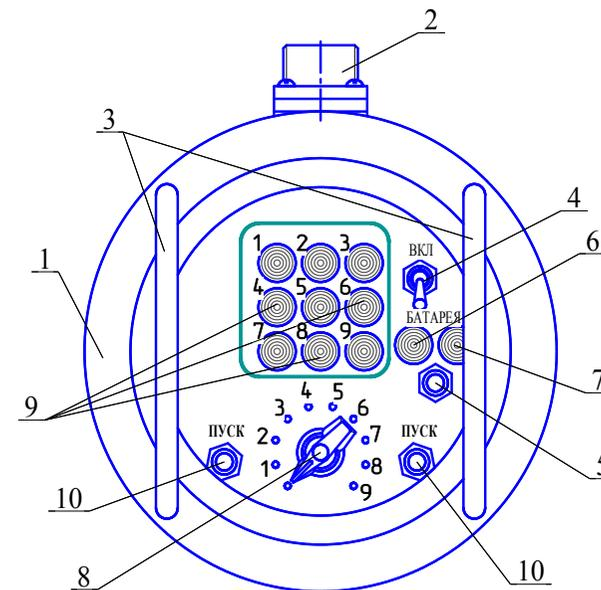

Рисунок 2
4.7 Внешний вид устройства ручного пуска **10** показан на рисунке 2. На корпусе **1** (см. рисунок 2) расположен электрический разъем **2** для соединения через кабель с электрическим разъемом установки. Устройство ручного пуска снабжено двумя ручками **3**. На панели устройства ручного пуска расположены: тумблер «Вкл» **4**, кнопка контроля разряда батареи **5**, индикаторы зеленого **6** и красного **7** свечения, галетный переключатель **8**, девять индикаторов красного свечения **9** проверки готовности МПП к запуску, две кнопки пуска МПП **10**. Индикаторы красного свечения **9** пронумерованы, их номера соответствуют цифровым позициям на галетном переключателе **8**. При повороте галетного переключателя
7.3 Один раз в месяц производить проверку уровня зарядки батареи устройства пускового. Для этого тумблер «Вкл» **4** (см. рисунок 2) перевести в положение «Вкл». Нажать в течение не более 3 с кнопку **5**: при загорании зеленым цветом индикатора **6** батарейки заряжены, при загорании красным цветом индикатора **7** или при отсутствии загорания обоих индикаторов батарейки в устройстве ручного пуска разряжены, их необходимо заменить. После проверки уровня зарядки батарейки тумблер «Вкл» перевести в положение «Выкл».
4.8 Порядок запуска МПП на установке следующий. После сборки установки по рисунку 1 и подготовки ее к работе включить устройство ручного пуска. Для этого тумблер «Вкл» 4 (см. рисунок 2) перевести в положение «Вкл». После включения индикаторы 9 подключенных МПП должны загореться красным цветом. Отсутствие свечения индикатора указывает на неисправность цепи пуска подключенного МПП и на непригодность его использования до устранения неполадок. Для проверки готовности устройства ручного пуска к работе нажать в течение не более 3 с кнопку 5: при загорании зеленым цветом индикатора 6 устройство готово к работе, при загорании красным цветом индикатора 7 или при отсутствии загорания обоих индикаторов батарейки в устройстве ручного пуска разряжены и их необходимо заменить. Для этого открутить крепежные гайки с ручек 3, снять крышку и заменить две батарейки в устройстве. Для запуска конкретного МПП перевести галетный переключатель 8 на соответствующий номер и одновременно нажать две кнопки 10 (нажатие одной кнопки запуск МПП не произведет). Перевод галетного переключателя необходимо осуществлять на цифровые позиции, соответствующие номерам светящихся индикаторов 9. После запуска МПП ин-